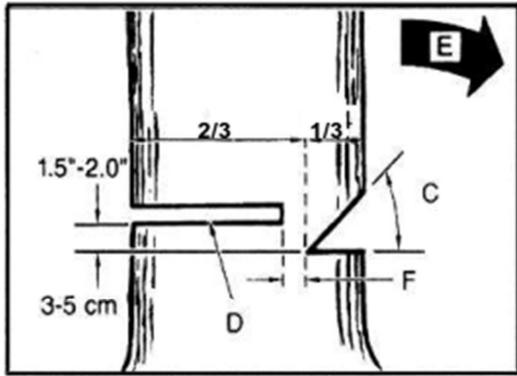

Fig. 7
Produrre il taglio di abbattimento (D) dall'altro lato dell'albero e 4 - 5 cm sopra il margine del taglio di direzione (C) (Fig.7)